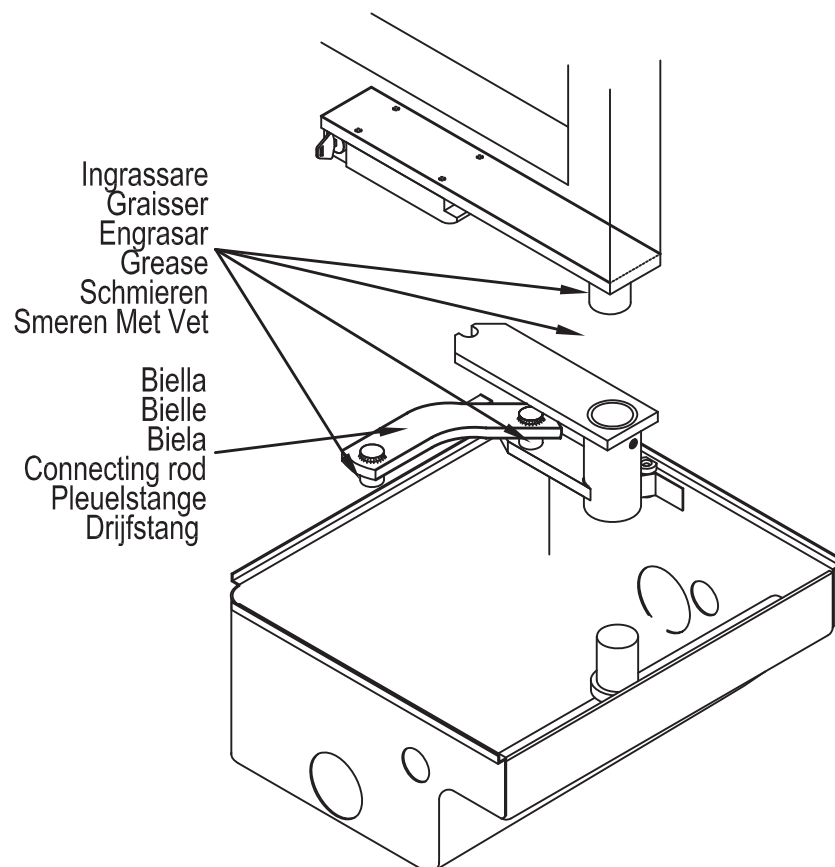

Fig. 4 / Abb. 4
4. Sistemare la **biella** come giunzione delle parti. Se necessario dare alimentazione al motoriduttore a brevi impulsi per trovare la giusta fase. (fig. 4)
4. Installer la bielle de manière à unir les parties. Si nécessaire alimenter par à-coups le moto-réducteur pour trouver la phase qui convient. (fig. 4)
4. Montar la **biela** de conexión de las partes. Si es necesario, se dará alimentación al motorreductor a breves impulsos, para encontrar la fase adecuada. (fig. 4)
4. Install the connecting rod as joint between the parts. If necessary power the gearmotor in short pulses to find the right phase. (fig.4) The rotation angle can be regulated in both directions (opening /closing) using the two provided screws.
4. Die **Triebstange** als Verbindung der Teile plazieren. Falls notwendig, den Getriebemotor mit Strom in kurzen Impulsen versorgen, um die richtige Phase zu finden. (Abb.4) Der Lauf des Torflügels, kann sowohl in Öffnung als auch in Schließung, mit den mitgelieferten Schrauben, reguliert werden:
4. Monteer de **drijfstang** als koppeling van de onderdelen. Zet indien nodig de motorreductor met korte impulsen onder stroom om de juiste fase te vinden. (fig.4) De loop van de vleugel kan zowel bij opening als sluiting afgesteld worden met behulp van de twee meegeleverde schroeven: